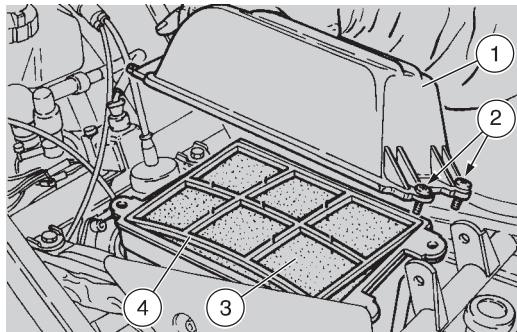

Fig. 40
- enlever le couvercle du boîtier du filtre (1 - Fig. 40), en dévissant les 2 vis (2 - Fig. 40) (deux autres vis se trouvent à l'avant);
- retirer l'élément filtrant (3 - Fig. 40) et la grille (4 - Fig. 40);